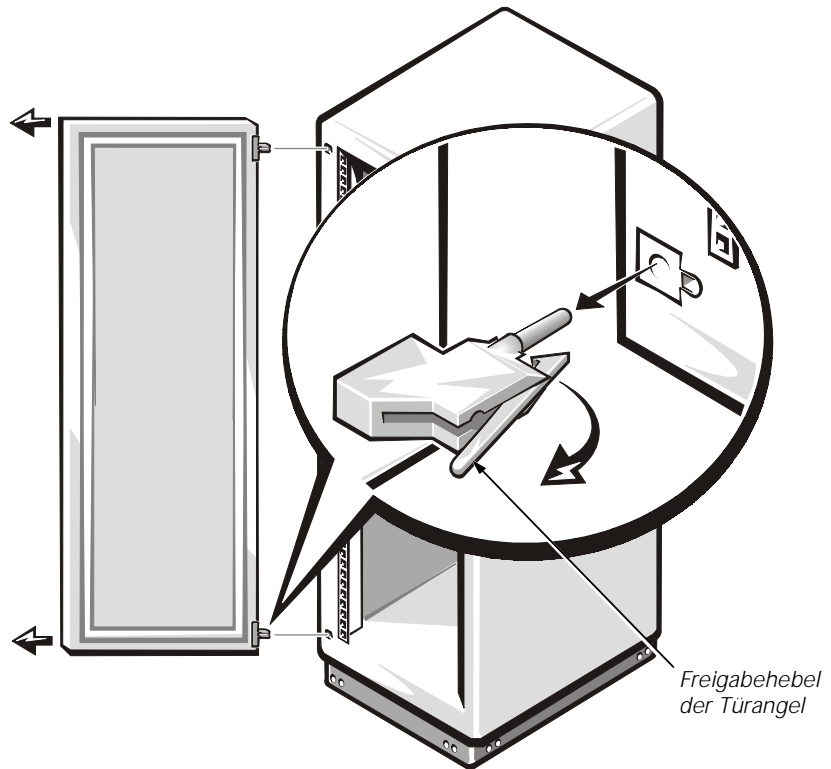

Abbildung 3-2. Rack-Türen entfernen
2. Die Vordertür wie folgt entfernen (siehe Abbildung 3-2):
1. Die Vordertür in ihre korrekte Position heben, und die Türangeln auf die Öffnungen im Rack, wie in Abbildung 3-2, gezeigt ausrichten.